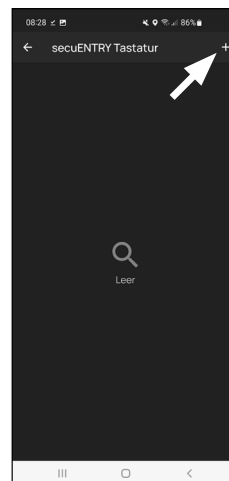

Fig. 6
- 8 Une vue des claviers déjà créés apparaît. Celle-ci est vide lors de la première configuration. Pour associer un clavier, appuyez sur « + » en haut à droite. (Fig. 6).